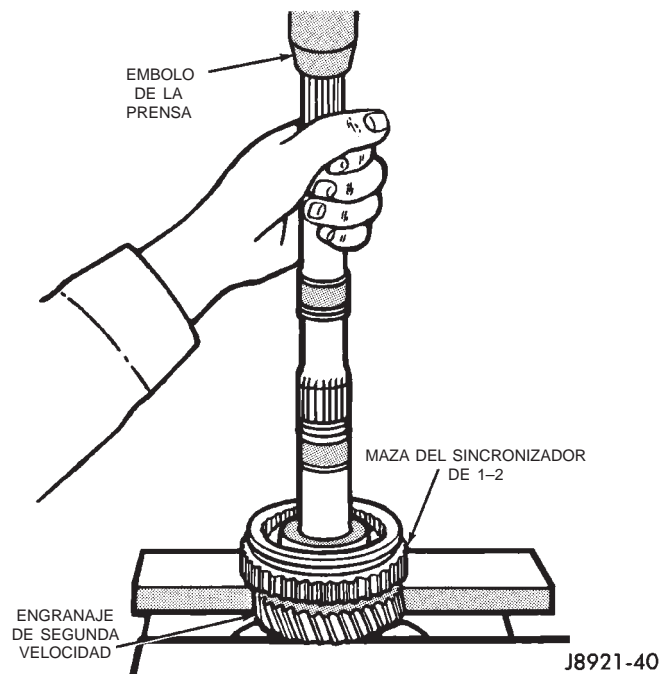

Fig. 105 Desmontaje del sincronizador 1-2, el engranaje de marcha atrás y el engranaje de segunda velocidad
(7) Retire el anillo sincronizador del engranaje de primera velocidad.
(8) Utilice el hendedor de cojinetes P-334 o platos de presión adecuados emplazados debajo del engranaje de segunda velocidad para extraer a presión del eje transmisor el sincronizador 1-2, el engranaje de marcha atrás y el engranaje de segunda velocidad (Fig. 105).